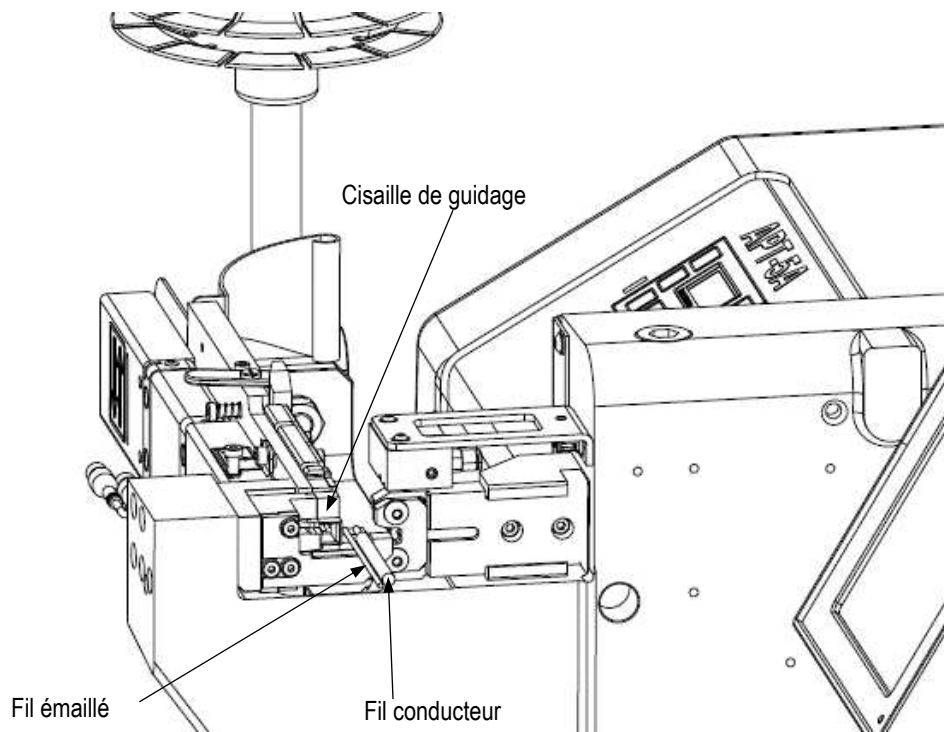
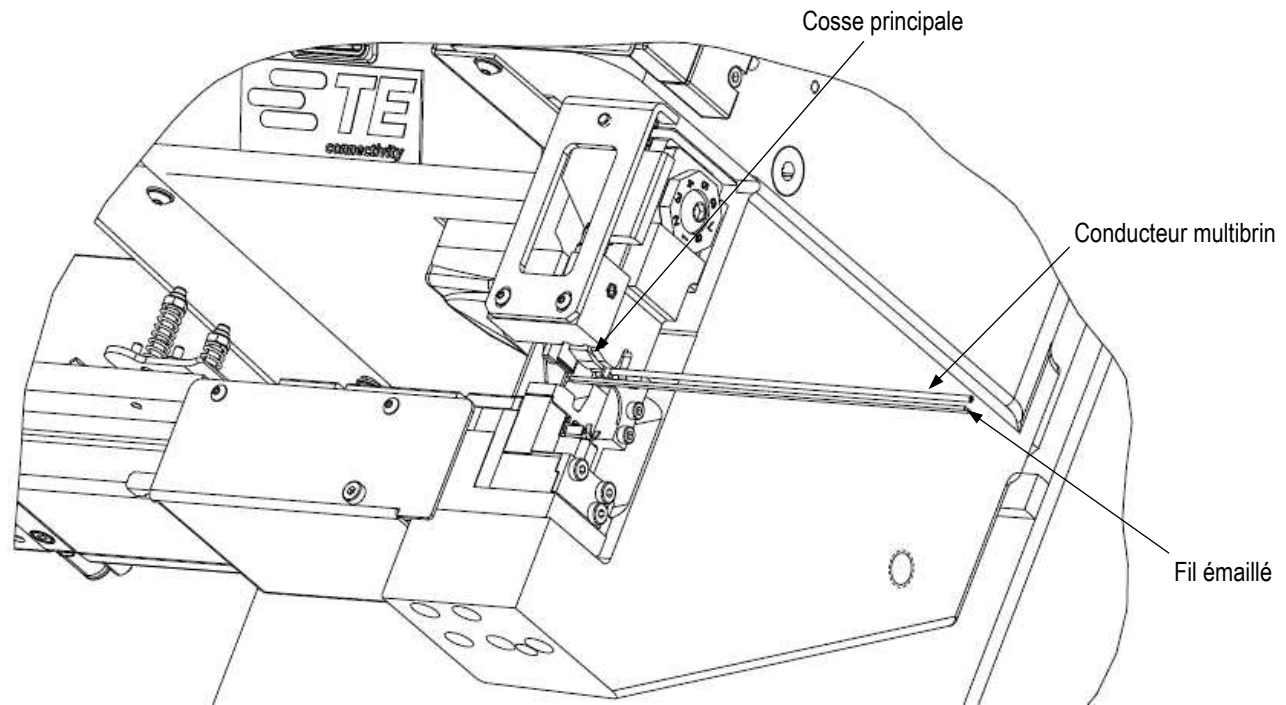

Figure 14
Figure 15
3. Appuyer sur le bouton de déverrouillage du doigt d'alimentation à l'avant de la plaque d'alimentation et le maintenir enfoncé tout en faisant passer le bornier jusqu'à ce que la première cosse ait passé la pointe du doigt d'alimentation. Relâcher ensuite le bouton pour engager le doigt d'alimentation. Tirer légèrement vers l'arrière sur le bornier pour vous assurer que le doigt d'alimentation est indexé contre la première cosse (voir Figure 14).
3. Faire passer le bornier jusqu'à ce que la première cosse ait passé la pointe du doigt d'alimentation et soit au-dessus de l'outillage inférieur (enclume). Tirer ensuite légèrement vers l'arrière sur le bornier pour s'assurer que le doigt d'alimentation est indexé contre la première cosse. Voir Figure 15.
4. Placer les fils dans le « point de sertissage », alignés avec la cosse. Avec un fil émaillé et toronné, le positionner comme indiqué dans la Figure 14 (terminal pour prolongateur) ou la Figure 15 (terminal à connexion directe). Pour la procédure d'épissure de deux ou trois fils émaillés, leur position l'un par rapport à l'autre n'a pas d'importance. L'outil de sertissage les positionne automatiquement côte à côte dans le fond de la cosse au fur et à mesure que le sertissage se produit.